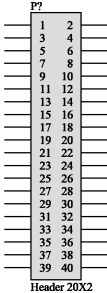
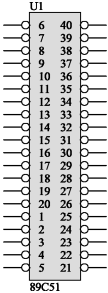
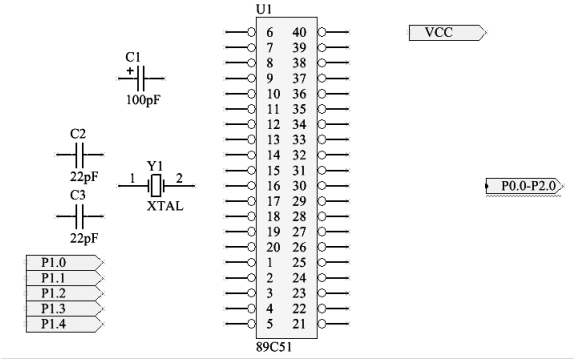

图 15-11 编辑前的 Header 20X2 元件
图 15-12 编辑好的 89C51 元件
图 15-13 完成元件放置后的 CPU 原理图
(1) 放置元件。该电路模板中用到的元件有 89C51、XTAL 和一些阻容元件。将通用元件库“Miscellaneous Device. IntLib”中的阻容元件放到原理图中。
(2) 编辑元件 89C51。在元件库 “Miscellaneous Connectors. IntLib” 中选择有 40 个引脚的 “Header 20X2” 元件，如图 15-11 所示。编辑元件的方法可参考以前章节的相关内容，这里不再赘述。编辑好的 89C51 元件如图 15-12 所示。完成元件放置后的 CPU 原理图如图 15-13 所示。